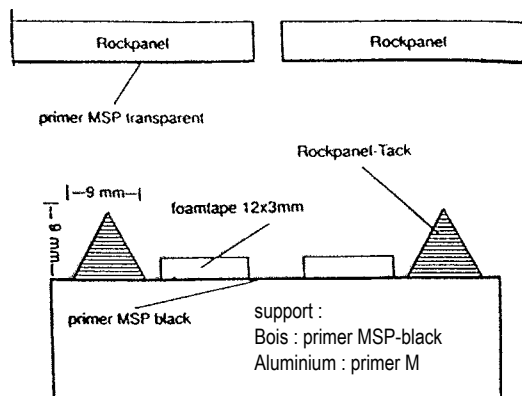

Fig. 2
2.2.3 SYSTEME DE COLLE SIMSON (VOIR FIGURE 2)